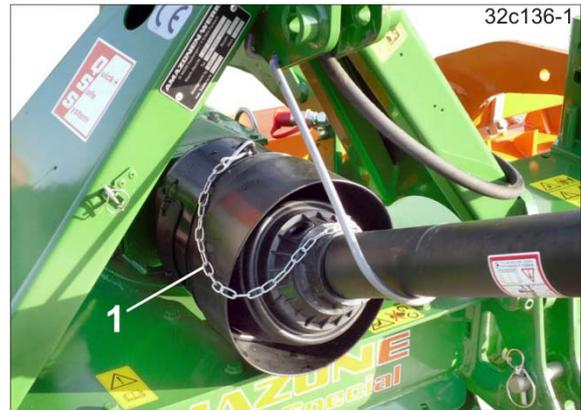

Fig. 98
11. A l'aide de la chaîne de retenue (Fig. 98/1), bloquer la protection d'arbre à cardan sur le tracteur et la machine pour empêcher la protection de tourner.